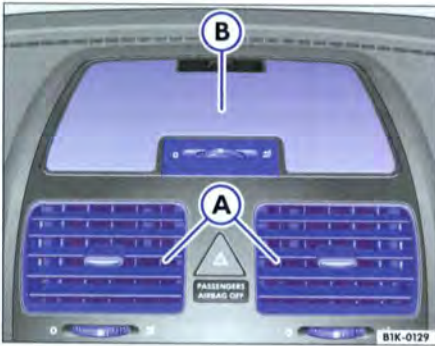

Fig. 89 Diffuseurs d'air centraux (A) et diffuseur d'air (B) pour ventilation indirecte
Pour obtenir une ventilation exempte de courants d'air, vous pouvez fermer les diffuseurs d'air ⇒ fig. 89 (A) et ouvrir le diffuseur d'air (B) avec la molette. ◀